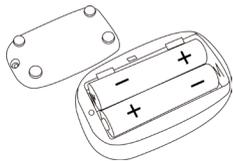

Figura 3 Instalación de las pilas
- Paso 1. Refiérase a la Figura 3. e inserte dos pilas de tamaño AAA en la dirección correcta.